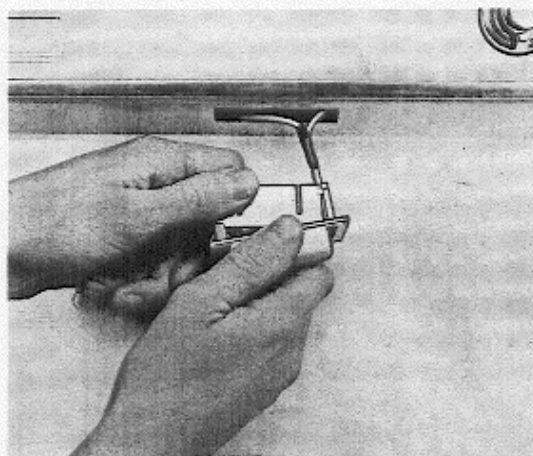

Abb. 3-4 Zerlegung der Kennzeichenleuchte
3. Leuchte gemäß Abb. 3-4 zerlegen.